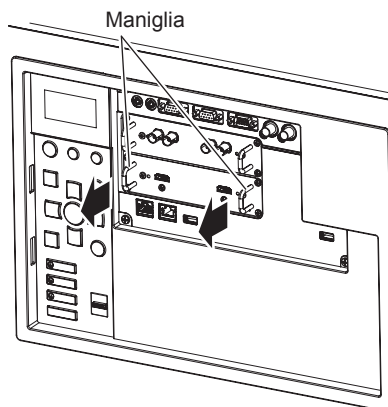

Fig. 1
1) Rimuovere la scheda di interfaccia. (Fig. 1)